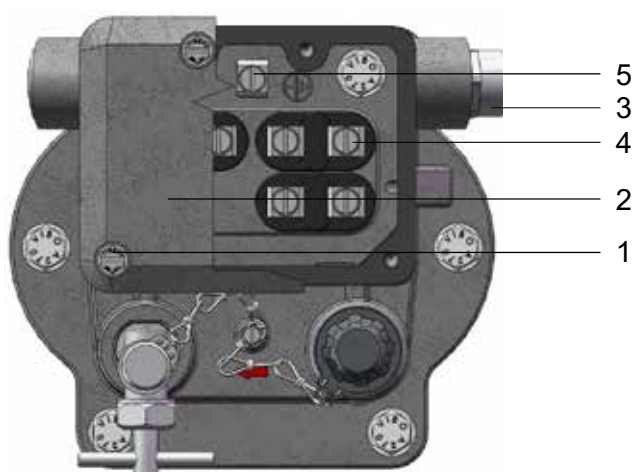

Figure 4 – Branchement électrique avec 8 bornes à tige au maximum
- Desserrer les 4 vis M5 (fig. 4/ no. 1)
- Retirer le couvercle (fig. 4/ no. 2)
- Introduire le câble par le passe-câble à vis (fig. 4/ no. 3)
- Raccorder le câble aux bornes à tige (fig. 4/ no. 4) (couple de serrage maximal 3 Nm)
Raccorder le conducteur de protection (isolement vert-jaune) à la borne de mise à terre (fig. 4/ no. 5) (couple de serrage maximal 3 Nm)